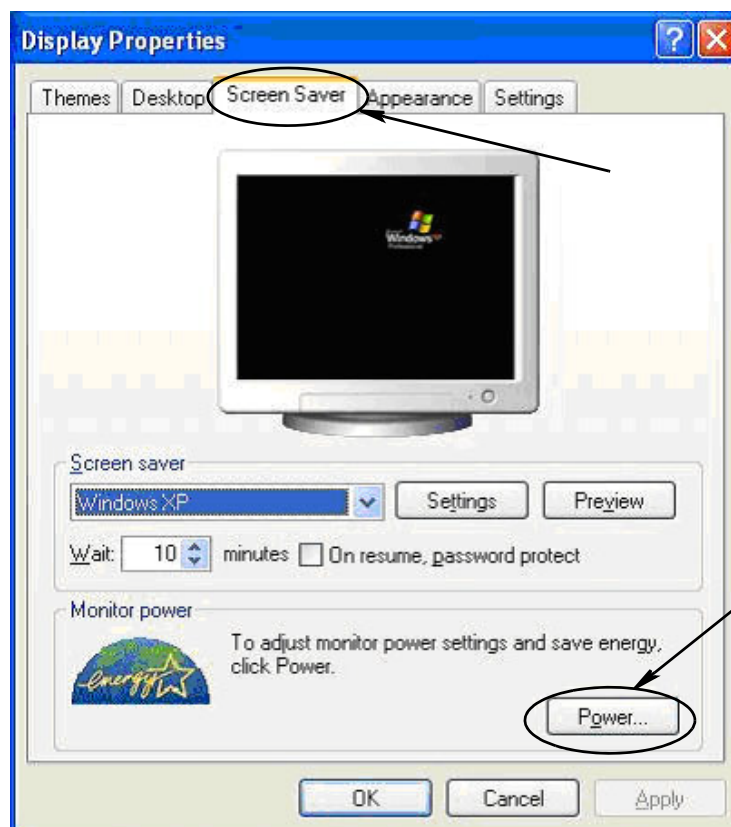

FIG. 30
2. Het venster "Eigenschappen" verschijnt. Selecteer het tabblad Schermbeveiliging. Selecteer de knop Voeding in het deel Monitorvoeding (FIG. 30).